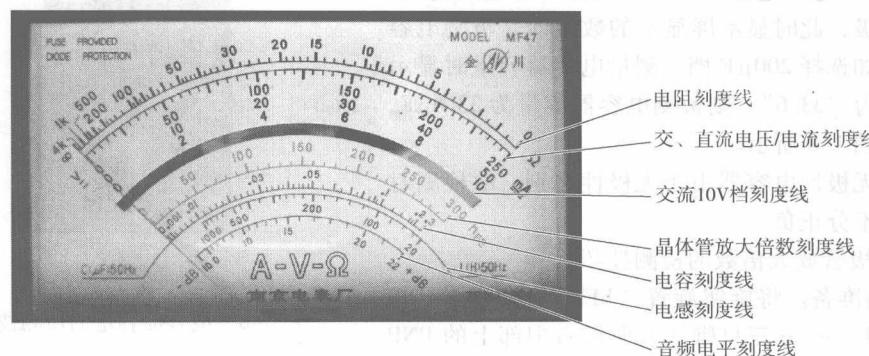

图 1-11 指针万用表的刻度盘
(1) 刻度盘。MF47 型指针万用表的刻度盘如图 1-11 所示，其上面有七条功能不同的刻度。具体功能如下：